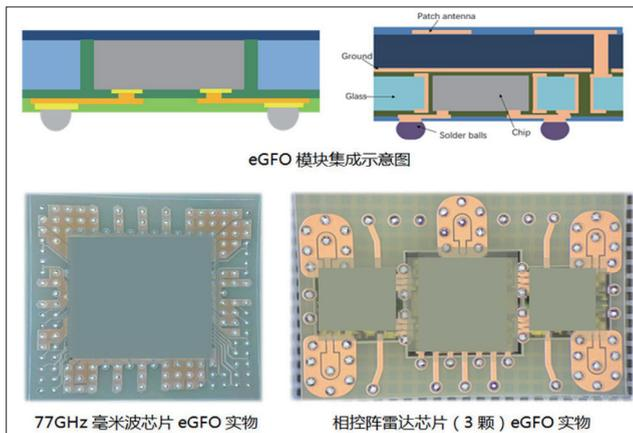

图16: eGFO。(图源: 云天半导体)
② eGFO：是适用于高频领域理想的系统集成解决方案，具有低成本、低损耗、可扩展到方板、以及优良的电学特性及机械性能，可以通过 TGV 集成天线 3D 封装 (AiP)，见图 16。